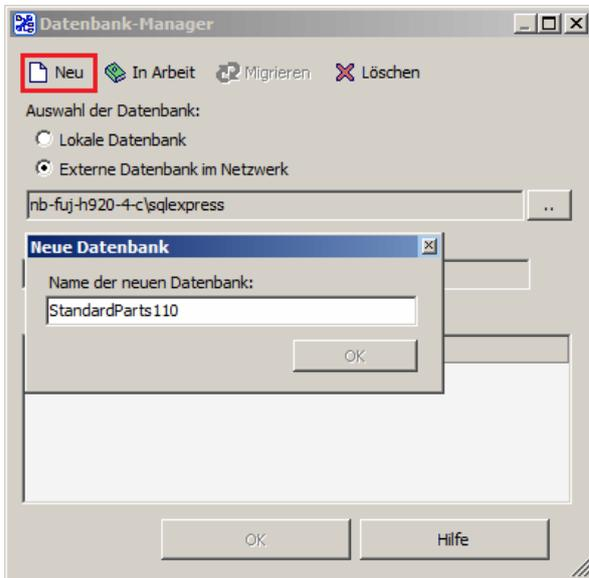

Abbildung 19
- 4.5. Erstellen Sie eine neue Datenbank, geben dieser einen eindeutigen Namen (Abb. 19) und bestätigen die Erstellung mit „OK“.